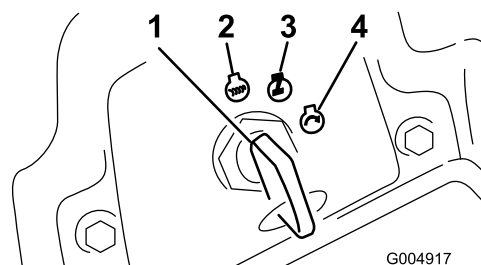

Figure 17
5. Tournez la clé dans le sens horaire en position Contact (Figure 17).
2. Tournez la clé de contact à la position Arrêt (Figure 17). Attendez l'arrêt de toutes les pièces mobiles avant de quitter la position d'utilisation.